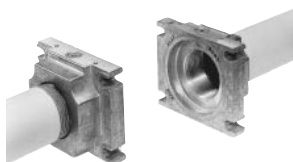

Рис. 17
- 3 Установить Мультиблок между резьбовыми фланцами (Fig. 17)